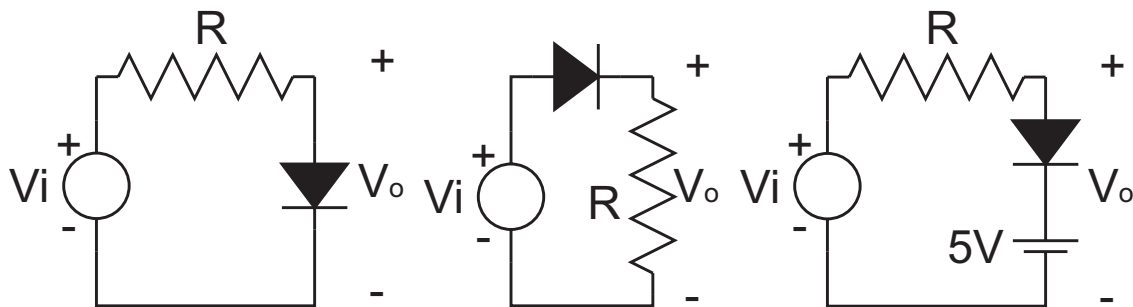

Figura 11:
3. Trabajo teórico: Obtener la característica de transferencia ( $V_o - V_i$ ) de los siguientes circuitos de la figura 11. Si se introduce una señal senoidal a la entrada ¿qué se observa a la salida?